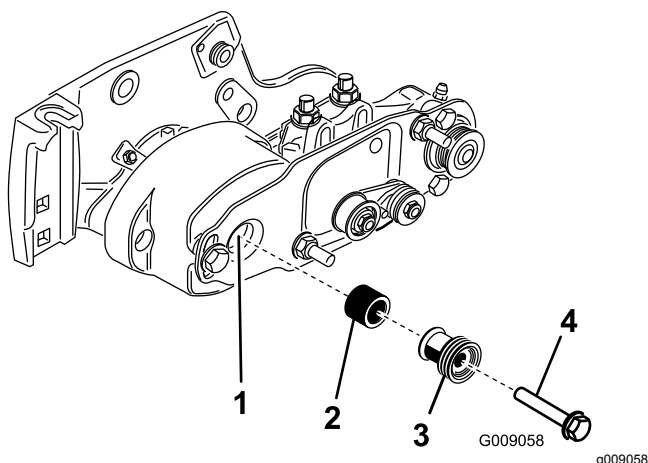

Figura 15
19. Instale um espaçador no eixo na caixa de rolamentos (**Figura 15**).
20. Insira a polia de transmissão no espaçador e no veio de transmissão (**Figura 15**). Certifique-se de que as patilhas da polia estão posicionadas na ranhura do eixo da transmissão.
21. Prenda a polia e espaçador ao veio com um parafuso de cabeça flangeada (3/8 pol. x 2 pol.) (**Figura 15**).